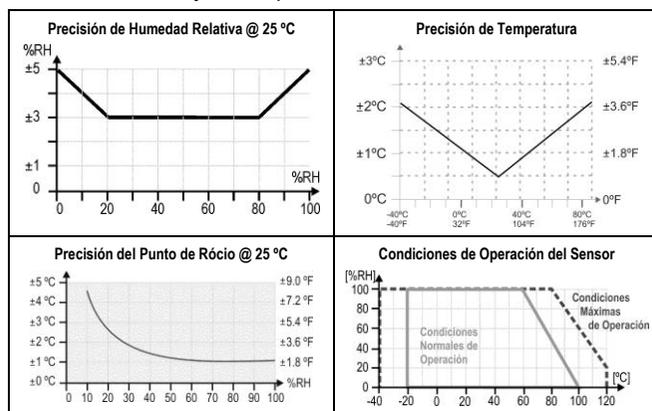

Fig. 01 - Precisión en la medición de humedad y temperatura
**Precisión:** Ver Fig. 01;
Módulo Sensor (XS) : Ver Fig. 01
El sensor de humedad posee rango máximo de 0 a 100 %RH y precisión de 3 % a 25 °C, de acuerdo con la Fig. 01. Luego podemos tener un error de hasta 3 %RH en cualquier rango adoptado.